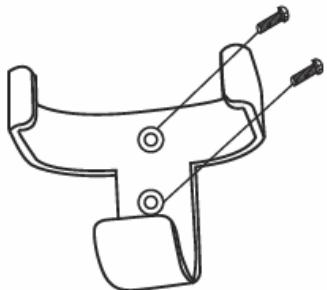

Fig. 12a
1. Fissare il supporto per telecomando a una parete adatta con le 2 viti (Fig. 12a).